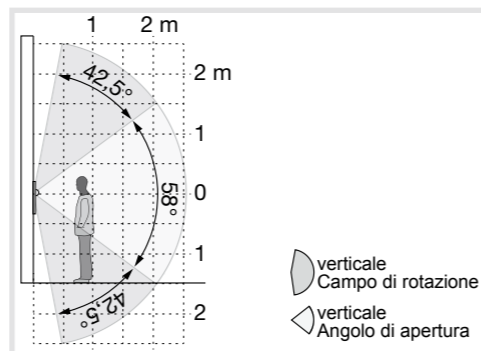

Figura 14: orientamento verticale della telecamera
Per adattare l'immagine della telecamera all'ambiente circostante, è possibile orientarla (figura 14 e 15).
- Orientare la telecamera (figura 14/15).